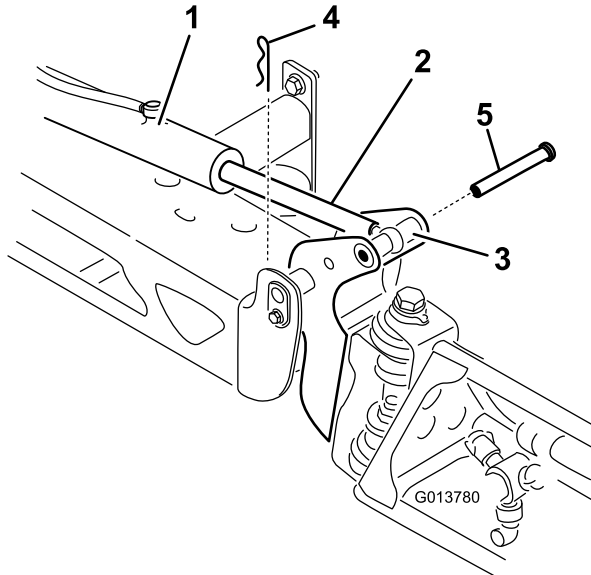

Bild 93
2. Nehmen Sie den Splint vom Lagerbolzen ab (Bild 93).
3. Heben Sie den Ausleger an und nehmen Sie den Stift ab (Bild 93), senken Sie den Ausleger dann langsam auf den Boden ab.
9. Halten Sie den Ausleger fest und stecken Sie den Stift durch das Auslegerscharnier und die Aktuatorstange (Bild 93).